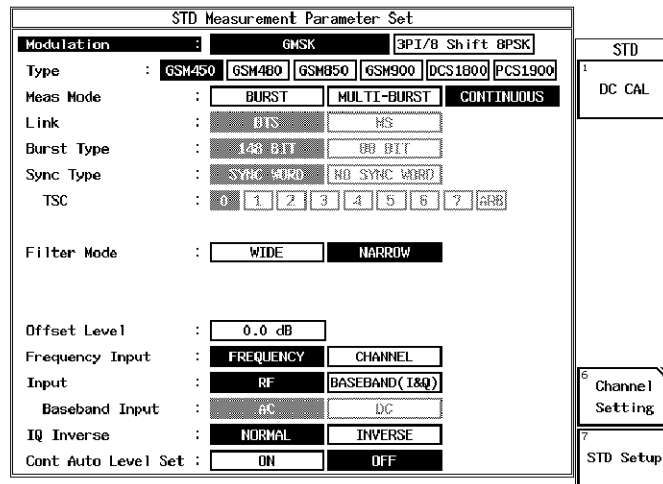

図 6-2 STD パラメータ表示 (GSM)
2. R3267 シリーズを CF:30.067708MHz、STD パラメータを図 6-2 のように設定し、**DC CAL** を実行、**Phase Error** を押し、**AUTO LEVEL** を実行します。